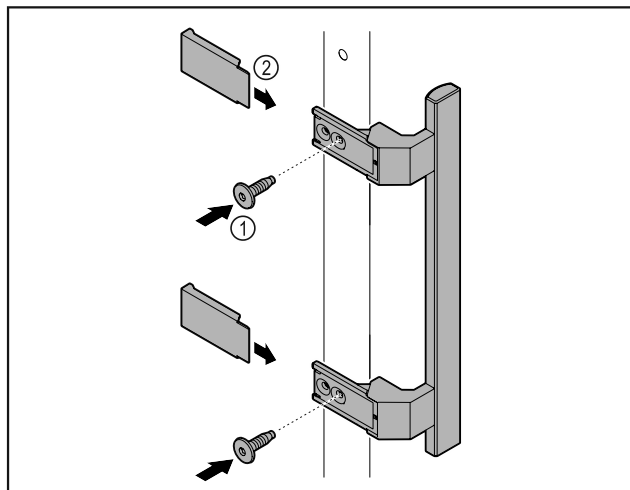

Fig. 2
- ▶ Montirajte ručku iz vrećice s priborom s pomoću priloženih vijaka Fig. 2 (1) na vrata.
- ▶ Postavite pokrov Fig. 2 (2).